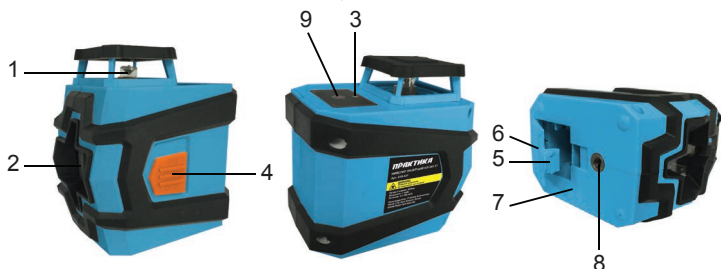

Рис.1 Конструкция Нивелира НЛ-360
#### Конструкция лазерного нивелира НЛ-360 (Рис. 1):
Снимите крышку 6 отсека элементов питания, нажав на защелку 5 (Рис.1, 2). Установите новые элементы питания (4 x 1,5В тип «AA») в отсек, соблюдая полярность. Закройте крышку отсека элементов питания.
Сдвиньте клавишу 4 вверх для работы в режиме самовыравнивания. Включите проецирование лучей кнопкой 9 (Рис.1). Из выходного отверстия 1 проецируются горизонтальный на 360 градусов луч, из отверстия 2 проецируется вертикальный луч. Эти 2 луча формируют на противоположном от нивелира объекте две взаимно-перпендикулярные линии, горизонтальную и вертикальную (Рис. Г). В течение примерно четырех секунд нивелир автоматически выравнивается. По окончании процесса выравнивания индикатор 3 (Рис. 1) загорится зеленым цветом. Если индикатор 3 мигает красным цветом, это значит, что нивелир установлен с боковым или фронтальным наклоном, большим чем  $\pm 4^\circ$ . Переустановите нивелир и проведите повторное проецирование линий.
1. Нажмите однократно кнопку 9 (Рис. 1) для построения только горизонтальной линии вокруг нивелира на 360 градусов.
2. Нажмите дважды кнопку 9 (Рис. 1) для построения только вертикальной линии перед нивелиром.
3. Нажмите трижды кнопку 9 (Рис. 1) для построения горизонтальной и вертикальной линий одновременно.
4. Нажмите четыре раза кнопку 9 (Рис. 1) для выключения проецирования лучей.
Режимы меняются друг за другом при последовательном нажатии кнопки 9 (Рис.1)
При транспортировке и хранении не допускайте ударов корпуса о твердые предметы. Хранить прибор необходимо в отапливаемом помещении. Запрещено хранить прибор при отрицательных температурах. При хранении и транспортировке кнопка 4 (Рис. 1, 2) должна быть сдвинута вниз.